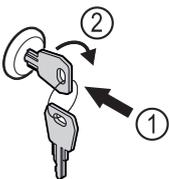

Fig. 191
- ▶ Schlüssel hineindrücken Fig. 191 (1).
- ▶ Schlüssel um 90° im Uhrzeigersinn drehen Fig. 191 (2).